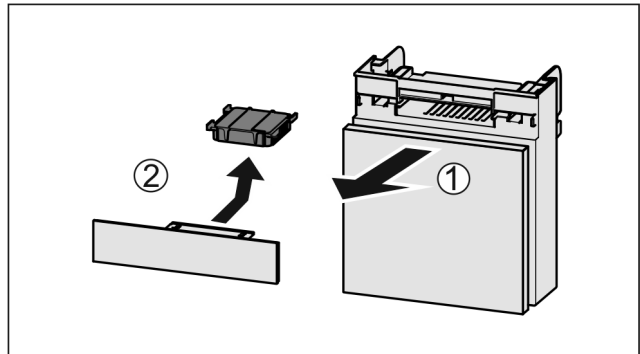

Fig. 77
- Extraire le compartiment par l'avant Fig. 77 (1).
- Sortir le filtre à charbon actif Fig. 77 (2).